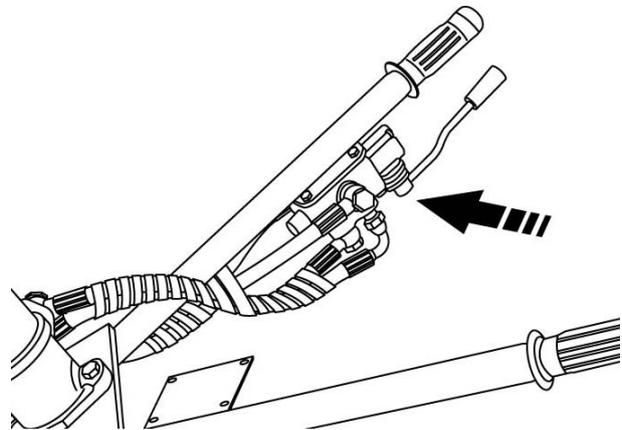

Fig.3.5.1
1. Dispositivo antinfortunistico (Fig.3.5.1)